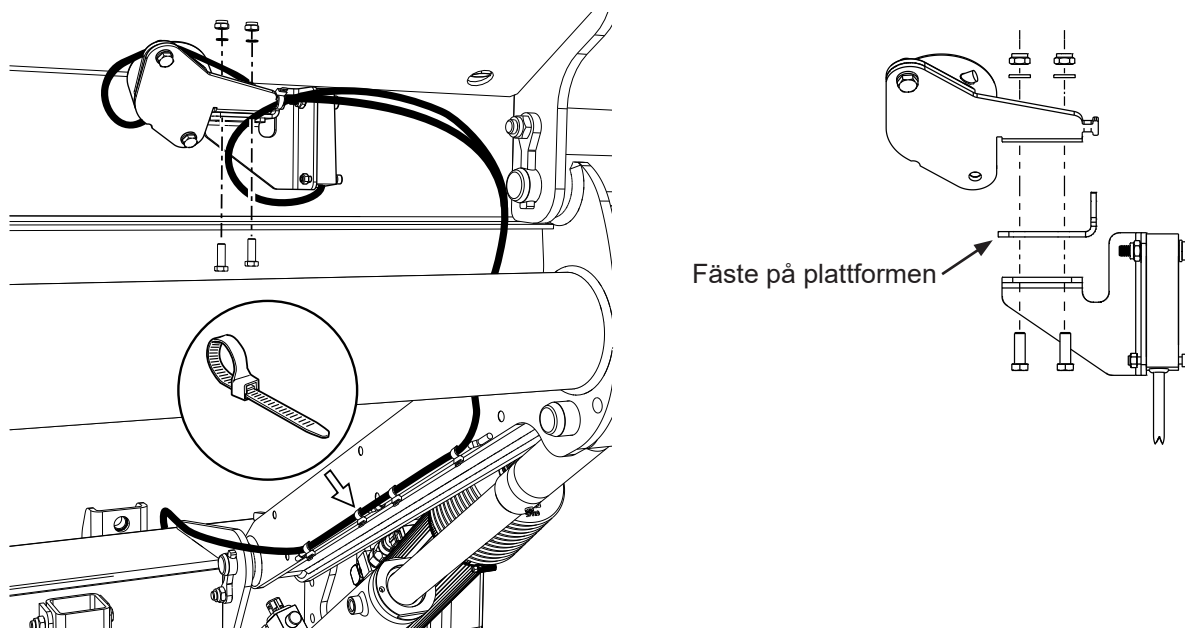

Bild 60. Montering vinkelgivare för autotilt
1. Montera vinkelgivarna på plattformen, använd medföljande skruvar, muttrar och brickor och fäst kabeln med buntband, se Bild 60